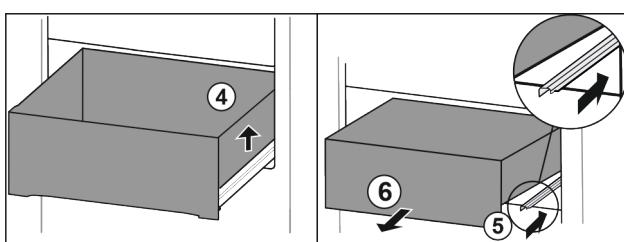

Fig. 114
- Nadvihnite zásuvku doprava. Fig. 114 (4)
- Zasuňte pravú koľajničku. Fig. 114 (5)
- Odoberte zásuvku dopredu. Fig. 114 (6)